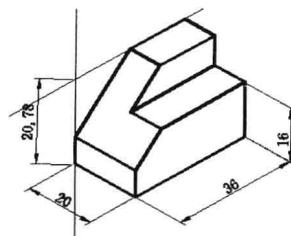

图 7-4-18
(14) 单击“对齐”按钮 A ，标出高度尺寸，如图 7-4-18 所示。